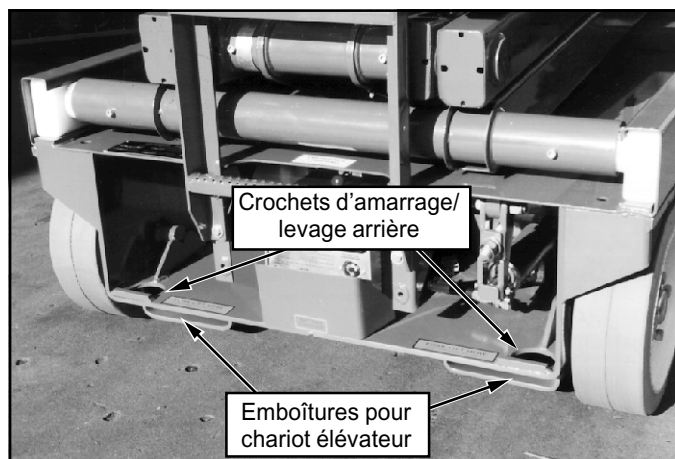

Figure 5 : Crochets d'amarrage/levage arrière
Fixer des courroies sur les crochets de levage du châssis uniquement (Figures 5 et 6).
2. Bloquer la plate-forme élévatrice sur le véhicule de transport avec des chaînes ou des courroies d'une capacité suffisante fixées sur les crochets d'amarrage du châssis (Figures 5 et 6).